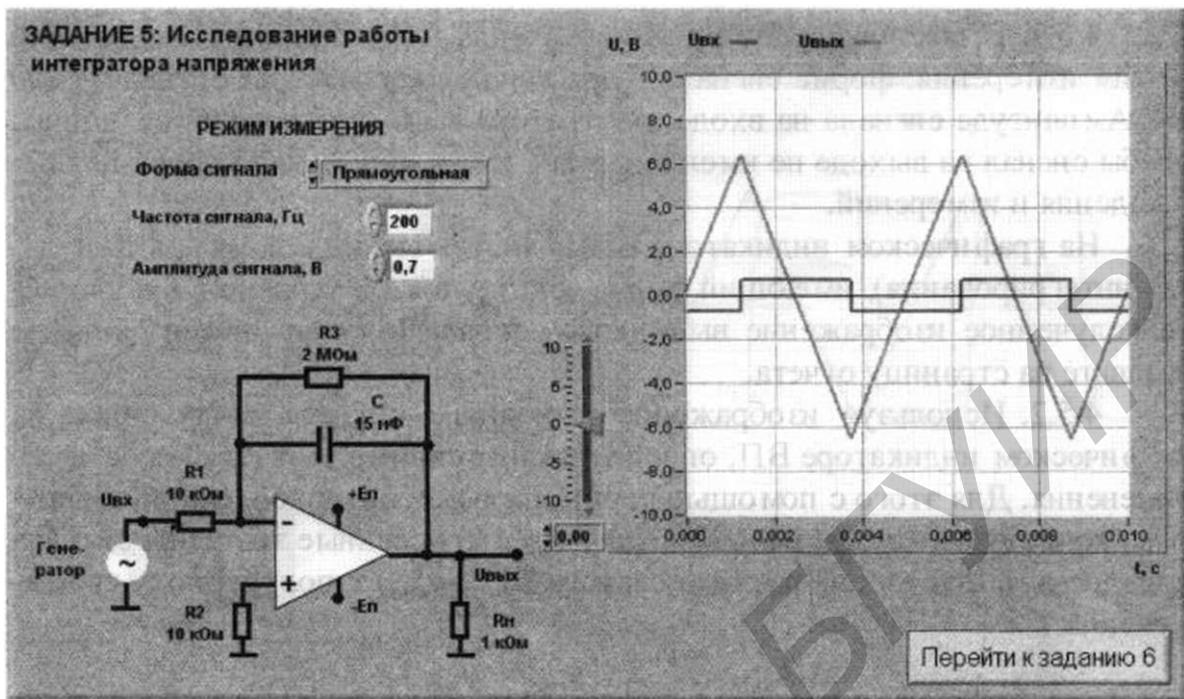

Рис. 15.8. Лицевая панель ВП лабораторной работы №15 при выполнении задания 5
4. Нажмите на передней панели ВП кнопку «Перейти к заданию 5», на экране появится лицевая панель ВП, необходимая для выполнения задания 5 (рис. 15.8).